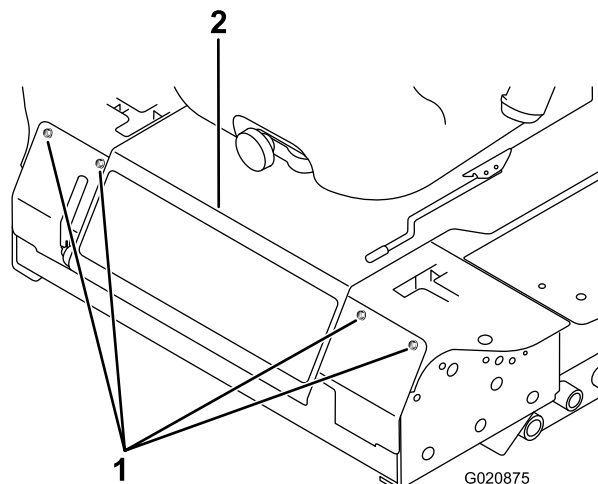

Рисунок 50
2. Снимите болты крепления передней панели и снимите переднюю панель (Рисунок 50).